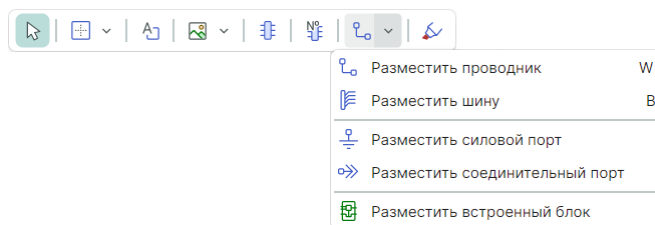

Рис. 106 Встроенная панель редактора схемы
- «Встроенная панель инструментов» – настройки включения/выключения отображения встроенной панели инструментов и выбор расположения данной панели в окне редактора. Внешний вид встроенной панели редактора схемы представлен на Рис. 106.